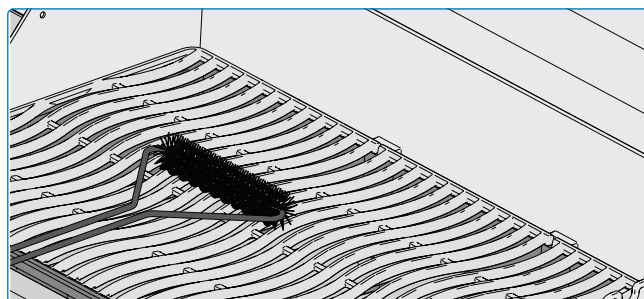

Fig. 18
- Per pulire, preriscaldare il barbecue e utilizzare una spazzola metallica per rimuovere i residui di cibo (**Fig. 18, 19, 20**).